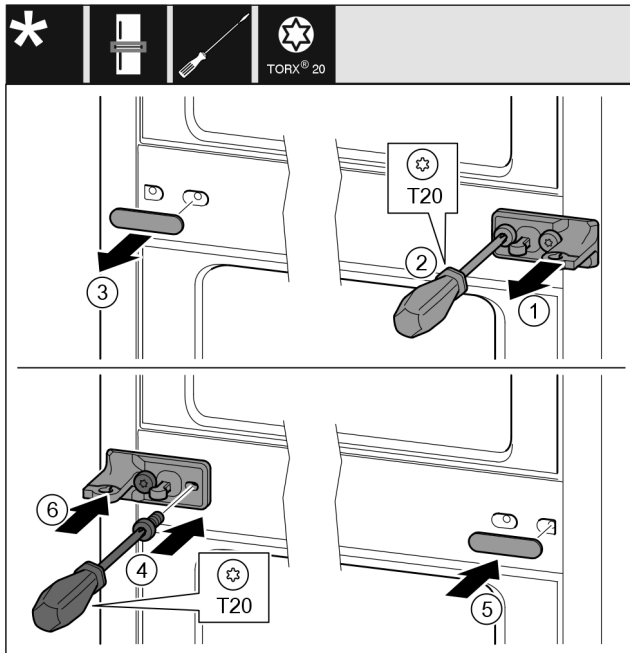

Fig. 13
- ▶ Sluiring Fig. 13 (1) wegnemen.
- ▶ Schroeven Fig. 13 (2) met een schroevendraaier er uit draaien.
- ▶ Afdekking Fig. 13 (3) voorzichtig wegtrekken.
- ▶ Lagerbok met folie Fig. 13 (4) 180° gedraaid aan de andere zijde goed vastschroeven.
- ▶ Afdekking Fig. 13 (5) 180° gedraaid op de andere zijde aanbrengen.
- ▶ Sluiring Fig. 13 (6) van voren af erop schuiven.